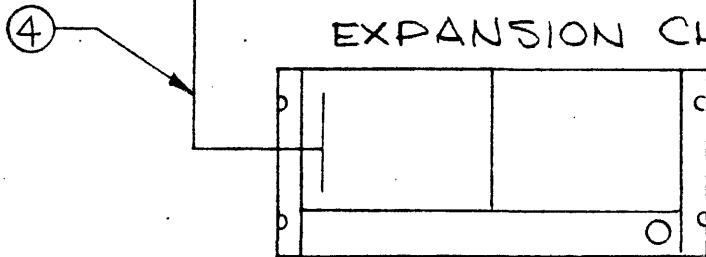

FIGURE 3
4. FOR TYPICAL INSTALLATION OF THE - 02 VERSION SEE FIGURE 3.